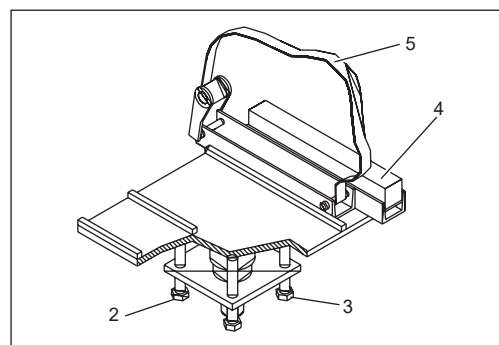

Abb. 6:
- Klemmschrauben der Schieber (Abb. 6/4) lösen
- Gehen Sie bei Neigung über die Diagonale schrittweise vor, erst Schraube (Abb. 6/2) Lösen und dann Schraube (Abb. 6/3) nachstellen usw.